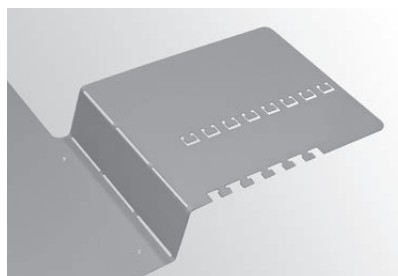

Fig. 29 Lasche [2] bei Vorstanzung biegen
- ▶ Lasche mit Zugentlastung [2] bei Vorstanzungen nach **innen** biegen – Fig. 29.